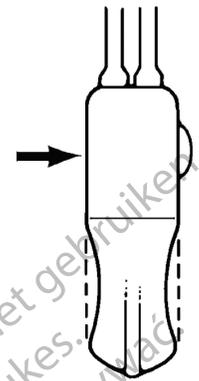

Abbildung 4-43. Wattestäbchen-Methode
2. Druck mit einem Wattestäbchen auf den Bereich direkt hinter dem Deaktivierungsknopf ausüben (**Abbildung 4-43**).